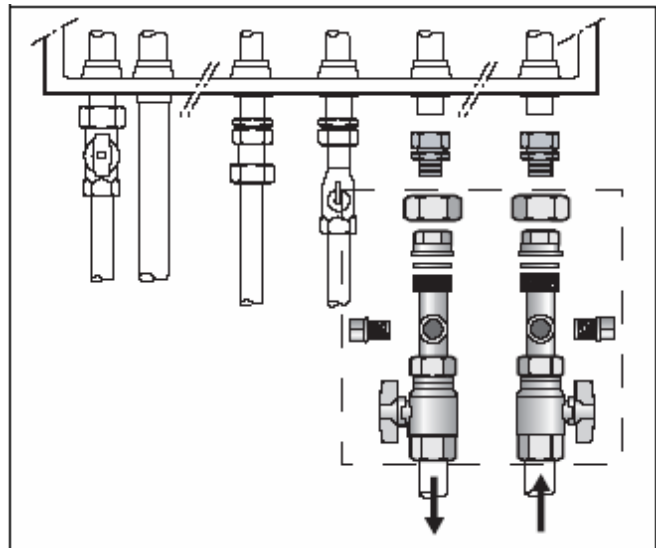

Рис. 4 Присоединение отопительного контура (принадлежности НКА) к Logamax plus GB112-24T25
- Смонтировать резьбовые присоединения (рис. 4).